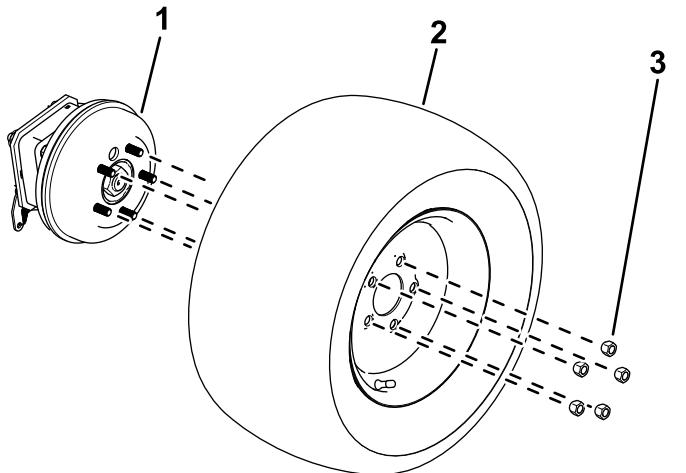

Bild 10
2. Lösen und entfernen Sie die Radmuttern (Bild 10).
3. Nehmen Sie Räder von den Radnaben ab (Bild 10).
1. Verwenden Sie die zuvor entfernten Radmuttern, um die Räder an der Radnabe zu befestigen (Bild 10).